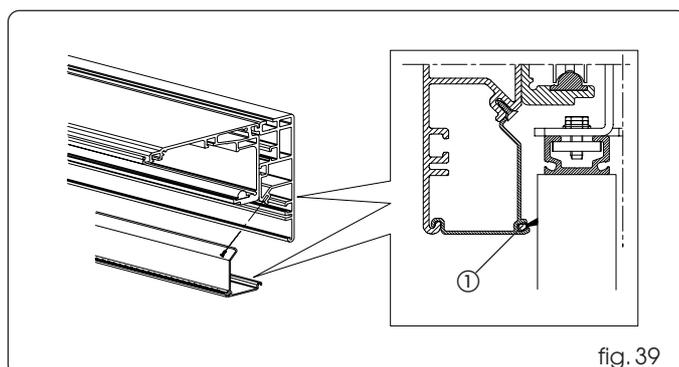

fig. 39
Monter le profil de fermeture pour automatisme autoporteur d'après la fig. 39.
Introduire la brosse (si prévue) dans le profil de fermeture avant le montage fig. 39 réf. ①.